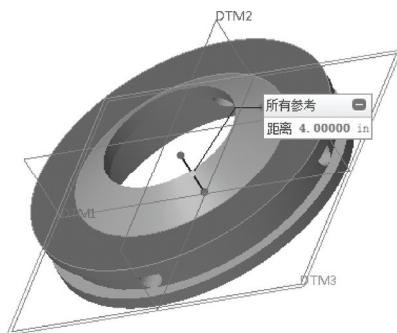

图 12-22 测量模型距离
STEP 04 此时, 即可测量距离, 如图 12-22 所示。